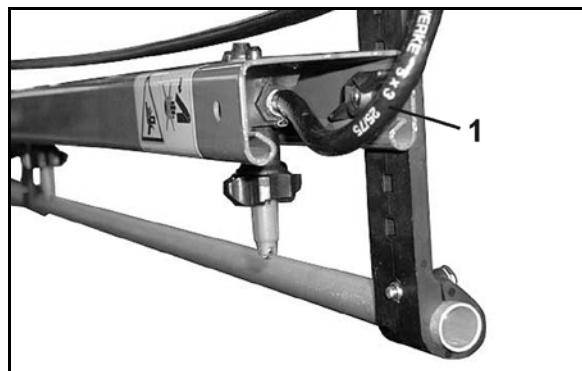

Fig. 109
- permet, lorsque le système de circulation de pression est activé, une circulation permanente du liquide dans la conduite de pulvérisation. Pour ce faire, un flexible de raccord de rinçage (Fig. 109/1) est assigné à chaque tronçon.
- un flexible de raccord de rinçage (Fig. 109/1) par tronçon.